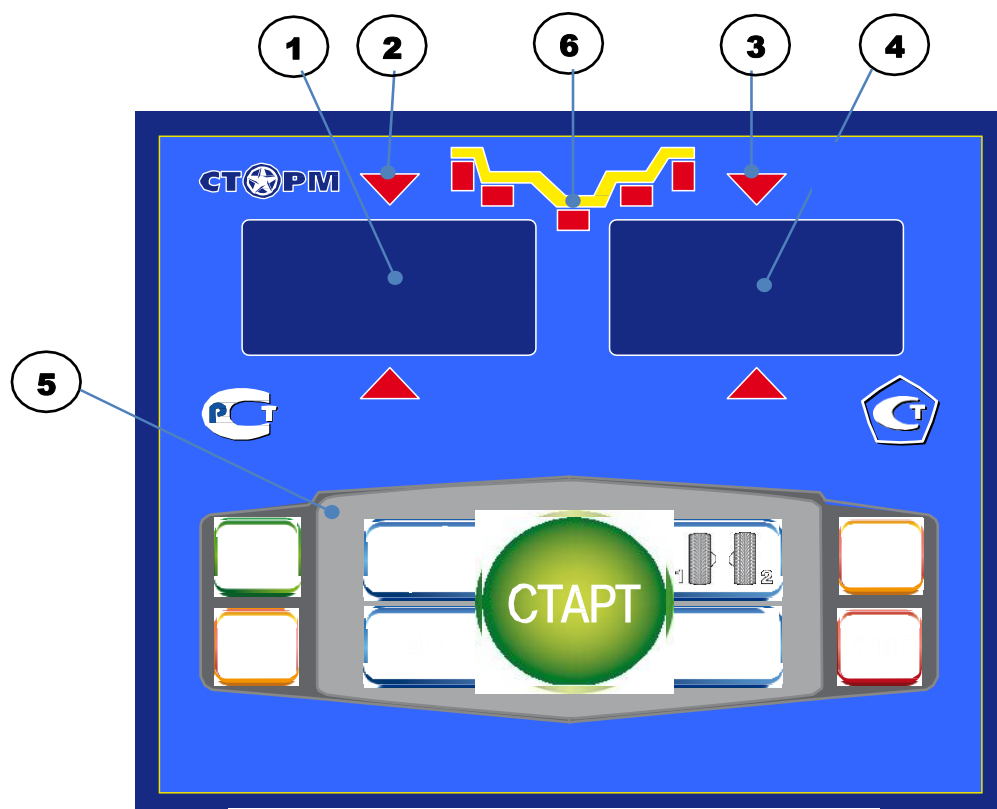

рис.8.1
8.1. Общий вид лицевой панели показан на рис. 8.1.
При выдвигении штанги на индикаторах 1 (рис. 8.1) отображается значение параметра "А". Значение параметра "d" отображается на индикаторах 4.
Для ввода ширины нажмите кнопку "+" или "-" на индикаторах 1(рис.8.1) высветится "-b-", а на индикаторах 4 значение ширины диска. Через 2-3 сек после установки ширины индикаторы в режим отображения текущего дисбаланса.
Дважды нажать кнопку "A, d, b", после чего на индикаторах 1 (рис.8.1) загорается символ "А", а на индикаторах 4 исходная величина дистанции. Нажимая кнопки "-" и "+" установить на индикаторах 4 требуемую величину дистанции. Через 2-3 сек после установки дистанции показания на индикаторах 1 и 4 возвращаются к отображению текущего дисбаланса, а кнопки "-" и "+" возвращаются в режим ввода ширины обода.
11.1.Переключение схем ALU1-ALU5 осуществляется последовательным нажатием кнопки "ALU" при этом схема установки грузов отображается загоранием соответствующих светодиодов 6 (рис.8.1), кроме того, на индикаторах 1 отображаются символы ALU, а на индикаторах 4 номер 1-5. Через 2-3 сек. после установки требуемой программы ALU индикаторы 1-4 переходят в режим отображения дисбаланса.
Эта функция обеспечивается тем, что каждый раз при вводе новых геометрических параметров и установке требуемой программы ALU, предыдущее состояние запоминается. Для перехода от одного набора параметров к другому необходимо нажать кнопку "1-2". Визуальный контроль того, какие параметры установлены в данный момент, осуществляется нажатием "A, d, b" на индикаторах 4 (рис.8.1) будут последовательно отображены, установленные в данный момент диаметр и ширина обода и дистанция.
14.1. При включении тумблера питания СБ на индикаторах 1 (рис. 8.1) высвечивается трёхзначное число -номер версии программного обеспечения. Через 2-3 сек на индикаторах 1 и 4 должны загореться нули, кроме того должны загореться светодиоды 6, что свидетельствует о включении режима стандартной балансировки с установкой на обеих плоскостях коррекции грузиков на пружинках. На светодиодах 2 и 3 (рис. 8.1) должны загореться оба светодиода.
14.2. При включении СБ программа измерения дисбаланса настраивается таким образом, что дисбаланс менее 8 г (заводская установка) на любой плоскости коррекции не показывается, в этом случае на индикаторах 1 и 4 (рис. 8.1) высвечиваются "0". Минимальный дисбаланс отображающийся на индикаторах 1 и 4 равен 8г. Дисбаланс, превышающий 8г, округляется до величины кратной 5, т. е. дисбаланс 9, 10, 11 и 12 г отображается цифрой 10, дисбаланс 13, 14,15, 16 и 17 г - цифрой 15 и т. д. Для просмотра неокруглённого значения дисбаланса или дисбаланса менее 8г. необходимо нажать кнопку "<", при этом на индикаторах 1 и 4 на 2-3 сек высвечиваются фактические значения дисбаланса, определённые в данном запуске.
14.5.1. Поднимите защитный кожух. Вручную поворачивайте колесо в направлении, которое показывают светодиоды 2 и 3 (рис. 8.1.) до тех пор, пока не загорятся оба светодиода и начнут мигать вместе с значением массы корректирующих грузов.